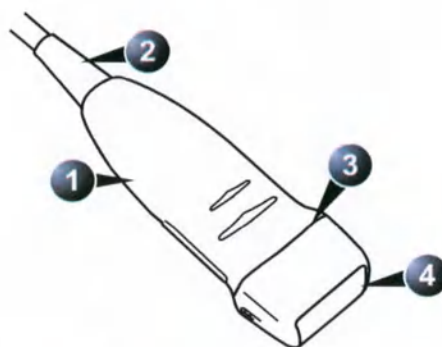

Рис. 12-5. Части датчика
1. Осмотрите линзу, корпус датчика и кабель (Рис. 12-5) на наличие трещин, разрезов, разрывов и других признаков физического повреждения.